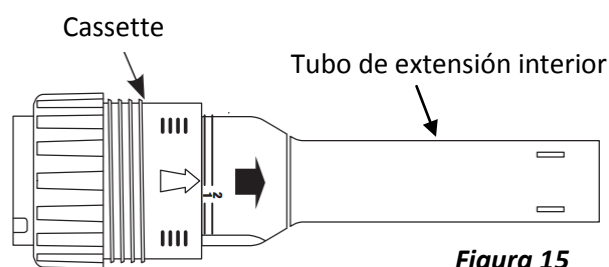

Figura 15
- Tire del tubo de extensión interior hacia el exterior hasta la aparición de una línea que lleva la marca 1 (Figura 15).